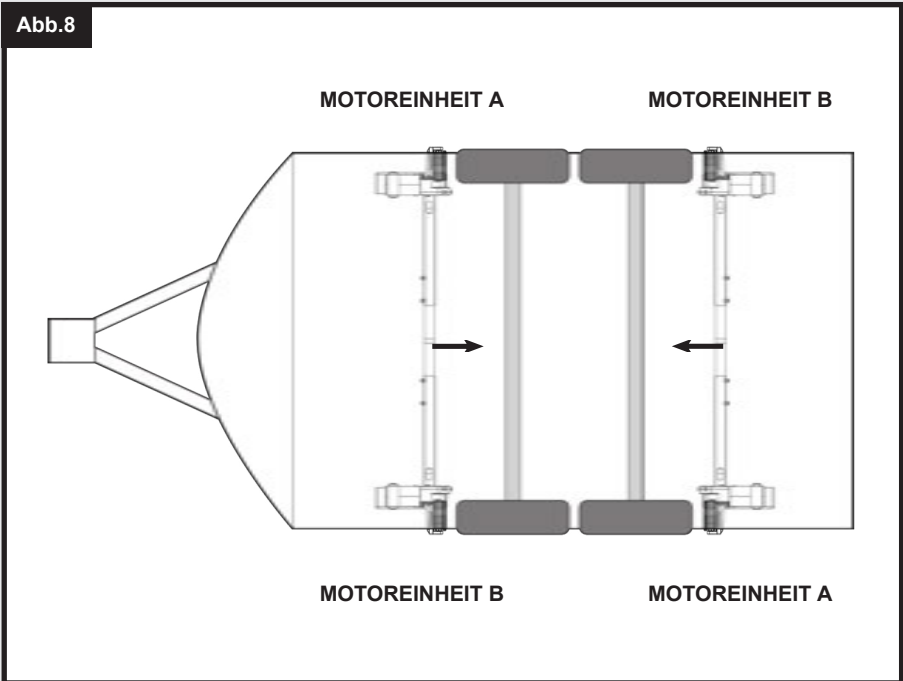

Abb.9
Studieren Sie Abb.9. Heben Sie auf einer Seite des Fahrzeugs die Rahmenbaugruppe an und befestigen Sie die Klemmenbaugruppe lose an Rahmen und Chassis gemäß Abb.10. Die vorgesehenen Klemmenbefestigungen (7,16,17,18) dürfen in diesem Stadium nur handfest angezogen werden. Sobald sich die Klemmbaugruppe über die losen Befestigungen selbst trägt, wiederholen Sie den Vorgang auf der anderen Seite des Fahrzeugs.
Wenn Sie mit dem Abstand der Rangierhilfe zufrieden sind, ziehen Sie die vier Nyloc-Muttern (17) an beiden Klemmbaugruppen (Abb. 9) mit einem Drehmoment von 40 ft lbs/55Nm vollständig an, dann die Schrauben (Abb. 1A) an jedem motorseitigen Rahmen mit einem Drehmoment von 9 ft lbs/12Nm. Überprüfen Sie erneut den Abstand von 20 mm zwischen den Rollen und den Reifen und lösen Sie, falls erforderlich, die Schrauben und justieren Sie die Position der Baugruppe neu. Wenn Sie mit der Position der Baugruppe zufrieden sind, montieren Sie die Chassis-Stopp-Muttern und -Schrauben (7) in jeder der oberen Klemmen-Platten (8) und ziehen sie fest (siehe Abb. 9). Ziehen Sie sie mit einem Drehmoment von 40 ft lbs/55Nm an. Die Anschlagsschrauben greifen die Lippe des Fahrgestells und verhindern, dass die Rangierhilfe am Fahrgestell entlang rutscht. Die wichtigsten mechanischen Komponenten sind nun installiert.